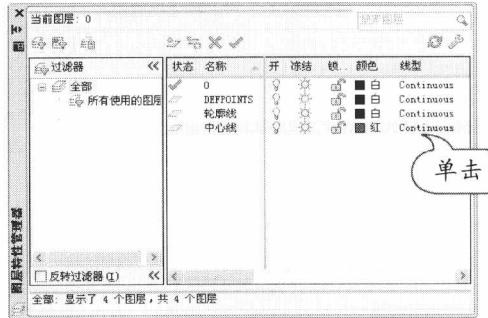

图 1-39 创建中心线图层的线型
**STEP 06** 创建中心线图层的线型。单击中心线图层的线型按钮指定线型，如图 1-39 所示。